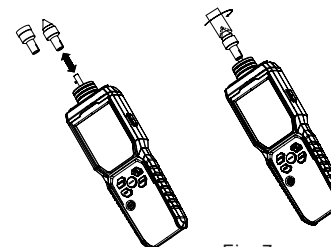

Fig. 7
3. Contact---Mesure RPM/Hz (Fig. 7)